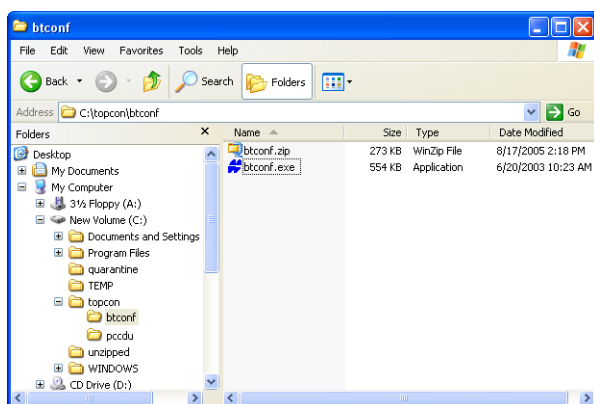

Figura 2-4. Extraer Programa y Crear Acceso Directo
4. Cree un acceso directo en el escritorio de la computadora para acceder rápidamente a BTCONF (Figura 2-4 en la página 2-6).